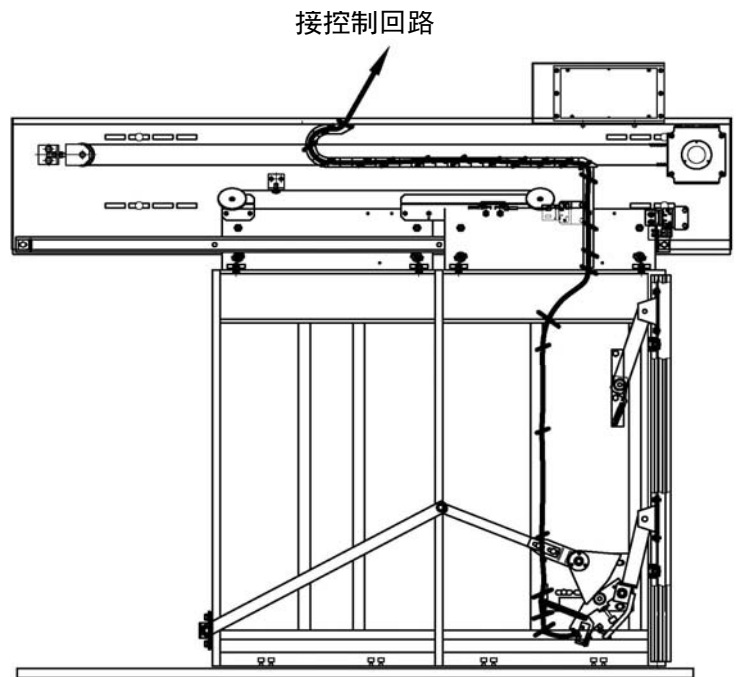

图 2-15 安全触板走线
1. 电缆线在轿门上用倒拉式扎带扎紧, 并沿着坦克链支架, 穿过坦克链, 连接到轿顶接线盒安全回路上。其中并用倒拉式扎带扎紧; 按图 2-15 安全触板走线